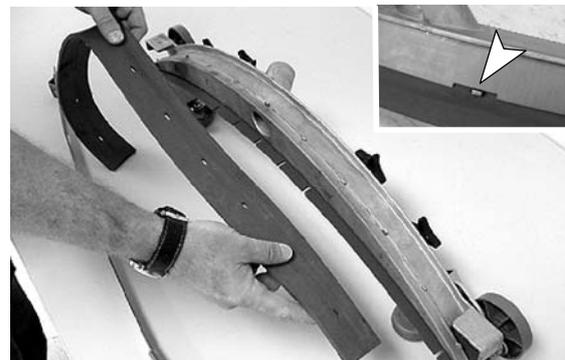

ABB. 59
3. Wenden Sie das hintere Blatt auf eine neue Wischkante und bringen Sie das Band wieder an. Achten Sie darauf, dass die gekerbte Kante des Bandes nach unten ausgerichtet ist (Abbildung 59).